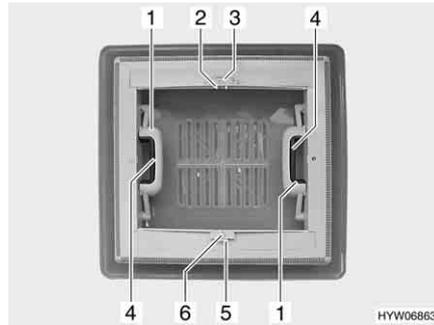

Bild 17 Taklucka med snäpplås
- Tryck snäpplåset (Bild 17,4) mot takluckans insida. Tryck samtidigt takluckan uppåt med handtaget (Bild 17,1).
- Drag kraftigt ner takluckan med hjälp av båda handtagen (Bild 17,1) så långt, att snäpplåsen går i lås.
- Tryck spärren (Bild 17,5) mot takluckans utsida.
- Drag, med handtaget (Bild 17,6), mörkläggningsrullgardinen till insektsnätets handtag (Bild 17,2) på den motsatta sidan, där det hakas i.
- Tryck ihop handtaget (Bild 17,2). Spärren lossas.
- Mörkläggningsrullgardinen förs långsamt tillbaka med handtaget (Bild 17,6).
- Tryck spärren (Bild 17,3) mot takluckans utsida.
- Drag, med handtaget (Bild 17,2), insektsnätet till mörkläggningsrullgardinens handtag (Bild 17,6) på den motsatta sidan, där det hakas i.
- Insektsnätet förs långsamt tillbaka med handtaget (Bild 17,2).